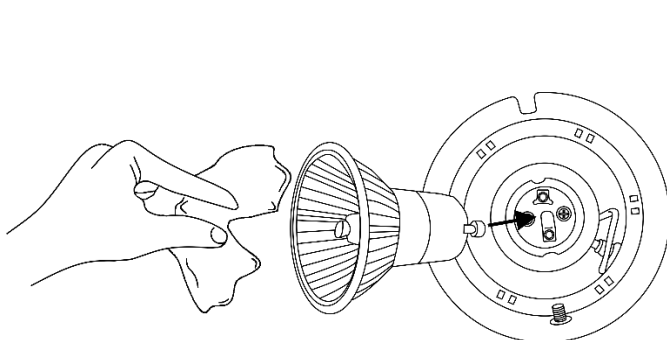

Abb. 05
- 04) Setzen Sie das Leuchtmittel ein (Abb. 05).